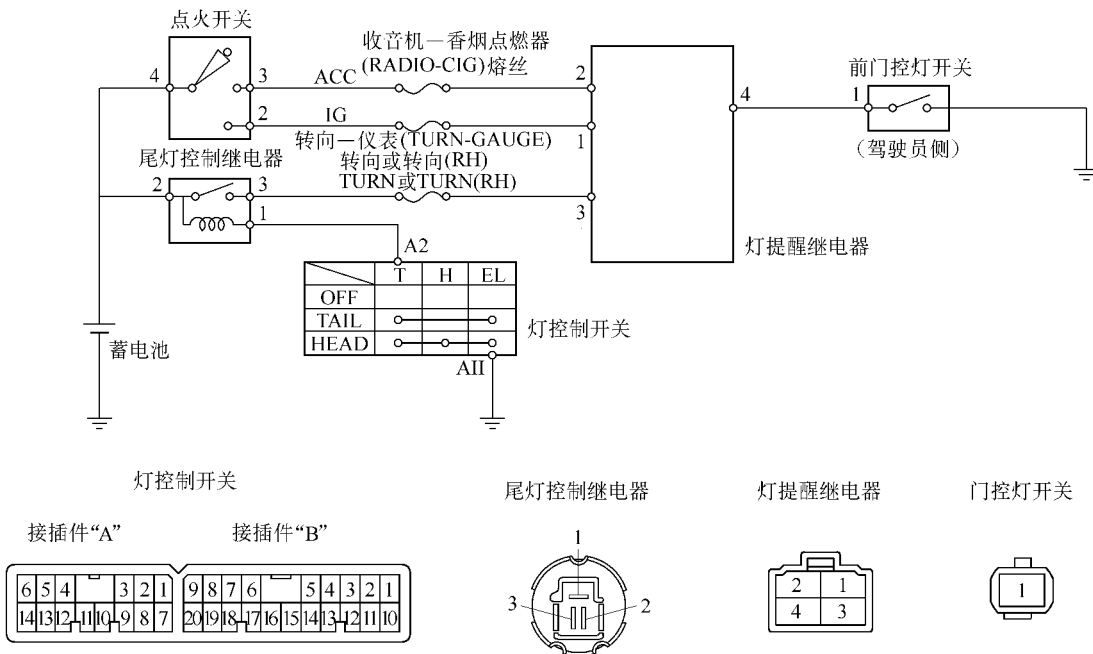

图 18-12 开灯报警系统配线和接插件图
(6) 开灯报警系统。其系统配线和接插件如图 18-12 所示。